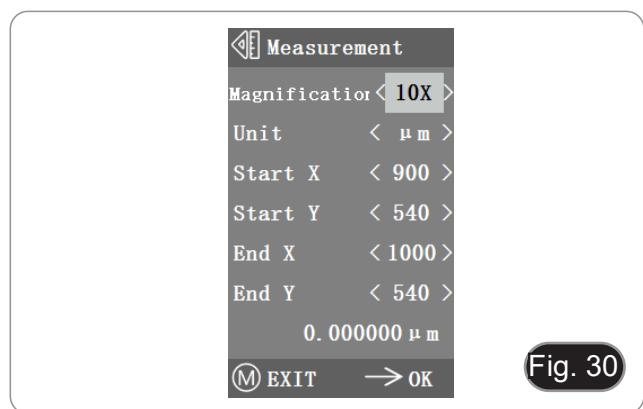

Fig. 30
- 3. Verschieben Sie den Anfangs- und Endpunkt der X- und Y-Position durch Drücken von ← und →: Die Messlänge wird in Echtzeit angezeigt. (Fig. 30)